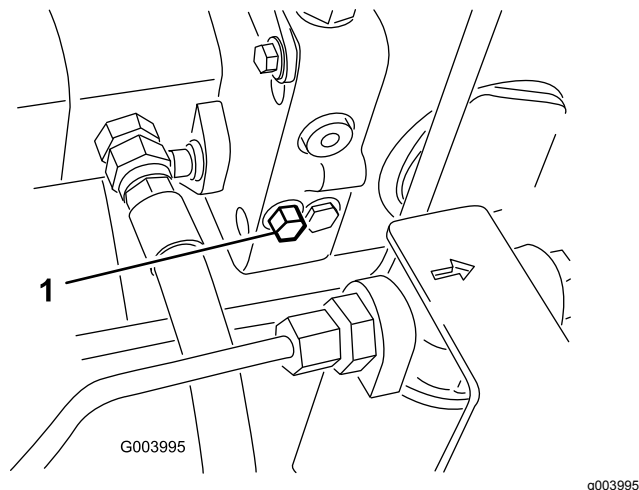

Figura 56
1. Individuate la valvola di bypass sul lato sinistro dell'idrostatato (Figura 56).